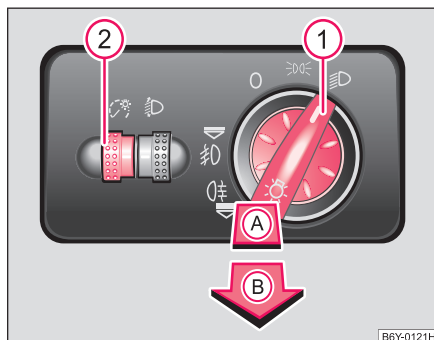

Fig. 30 Cuadro de interruptores: Conmutador de luces
- Gire el conmutador de luces (1) $\Rightarrow$ fig. 30 a la posición .
- Gire el regulador giratorio (2) $\Rightarrow$ fig. 30 hasta que haya alcanzado la intensidad de iluminación deseada para los instrumentos.
En los vehículos con **dirección a la derecha***, la disposición de los conmutadores diverge en parte de la disposición mostrada en $\Rightarrow$ fig. 30. No obstante, los símbolos que marcan las posiciones de los interruptores son iguales.
- Gire en primer lugar el conmutador de luces ① a la posición 𐀀𐀁 o 𐀀𐀂 ⇒ **página 55, fig. 30.**